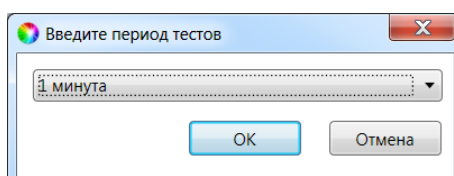

Рис. 6.18. Выбор периода опроса радиоизвещателя
3. В следующем окне укажите период опроса радиоизвещателя (рис. 6.18). Для охранных радиоизвещателей, устанавливаемых в проходной зоне (магнитоконтактный извещатель *Ладога-МК-РК* на входной двери, извещатель *Фотон-12-РК* в прихожей и т.д.) рекомендуется задавать небольшой период опроса (например, **15 секунд**) для оптимизации использования алгоритмов задержки на постановку и снятие. Для остальных радиоизвещателей рекомендуется задавать больший период опроса (например, **1 минуту**) во избежание быстрой разрядки их источников питания и перегрузки радиоканала.